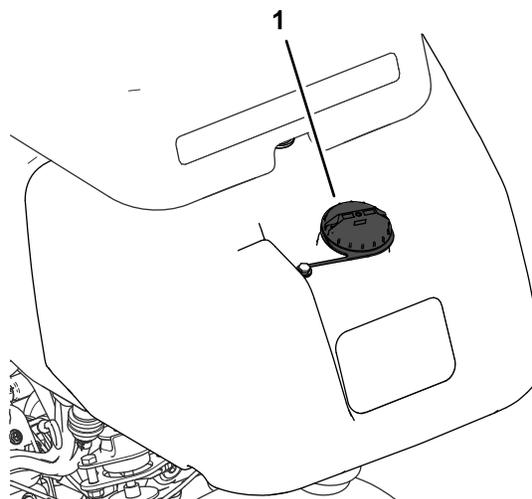

Рисунок 23
1. Очистите область вокруг крышки топливного бака и снимите крышку (**Рисунок 23**).